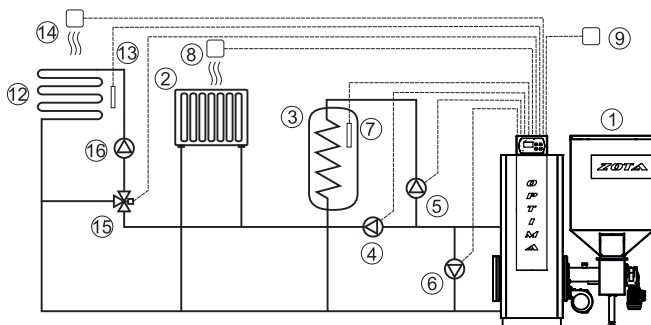
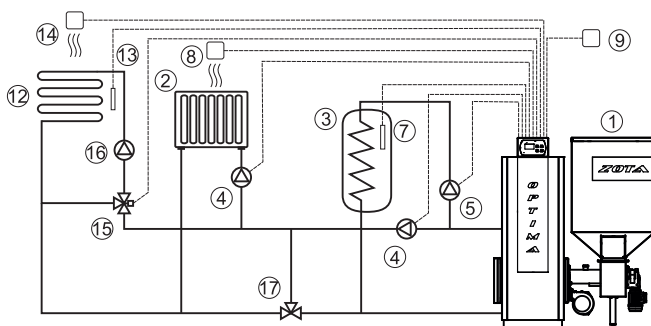
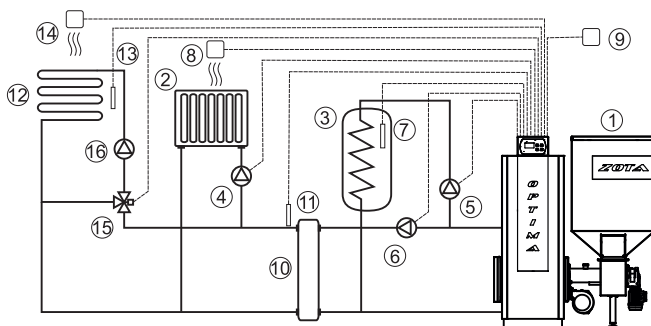

Рис.10 Упрощенная схема подключения котла с узлом рециркуляции
Рис.11 Упрощенная схема подключения котла с термостатическим клапаном
Рис.12 Упрощенная схема подключения котла с гидроразделителем
7.4.1. Монтаж котла с закрытой системой следует производить в соответствии с вариантами схем отопления показанных на рис.10; рис.11; рис.12.
7.4.5. Во избежание конденсации продуктов сгорания в котле и повышения долговечности котла и дымохода, отопительный котел должен быть оборудован контуром рециркуляции или смесительным устройством, поддерживающим температуру теплоносителя на входе в котел выше 65°C, (точка росы продуктов сгорания) (см. рис. 10, 11, 12). Для монтажа системы рециркуляции на задней стенке котла предусмотрены патрубки (рис. 2 поз. 21 и 22).